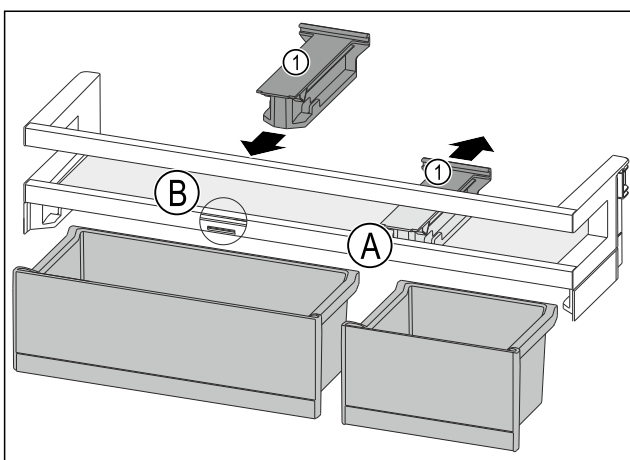

Fig. 109
- ▶ Кріпильний елемент Fig. 109 (1) у положенні Fig. 109 (A) витягніть рухом донизу.
- ▶ Кріпильний елемент Fig. 109 (1) вставте у положення Fig. 109 (B).